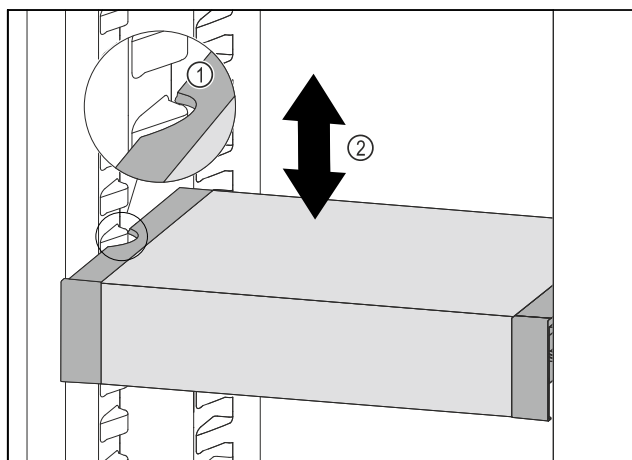

Fig. 82
- ▶ 向前移动 VarioSafe，直到 VarioSafe 两侧的凹槽与冷藏区中的容器肋梁持平。Fig. 82 (1)
- ▶ 在冷藏区中向上或向下移动 VarioSafe，直至所需高度。Fig. 82 (2)